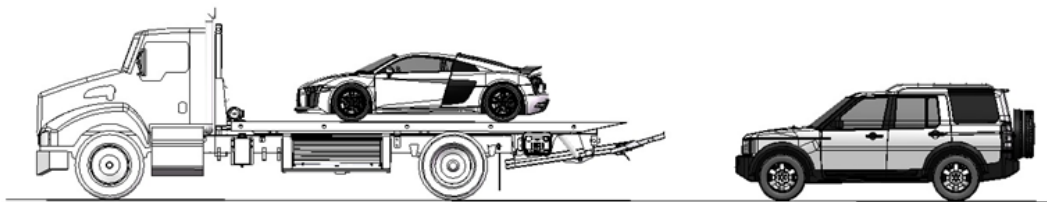

FIGURE 39 – PLACER LE CAMION
Il doit y avoir une charge sur la plateforme avant que vous puissiez utiliser le lève-roues pour remorquer un autre véhicule, comme le montre la Figure 39.
2. Alignez le camion et le véhicule à remorquer. Placez le camion à trois ou quatre pieds du véhicule à remorquer, comme l'indique la Figure 39.